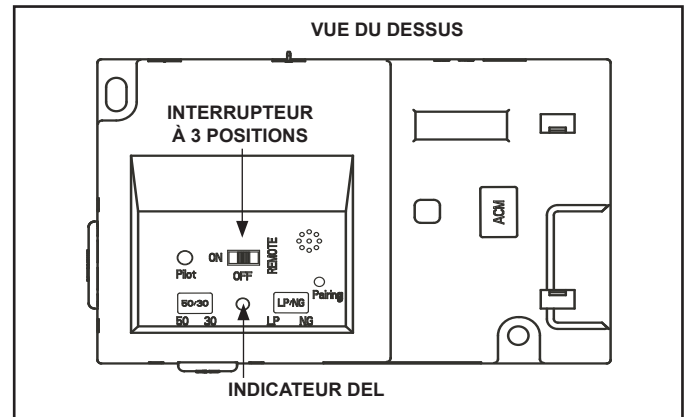

Figure 3.8 IFT-ECM
- Glissez l'interrupteur ON/REMOTE/OFF à la position ON. Voir la Figure 3.8.
1. Le module de commande électronique (IFT-ECM) possède un commutateur de sélection à trois positions ON/OFF/REMOTE qui doit être réglé pour un bon fonctionnement. Voir la figure 3.8. Lorsque vous changez la position, il est important de faire une pause de 1 à 2 secondes dans chaque position.